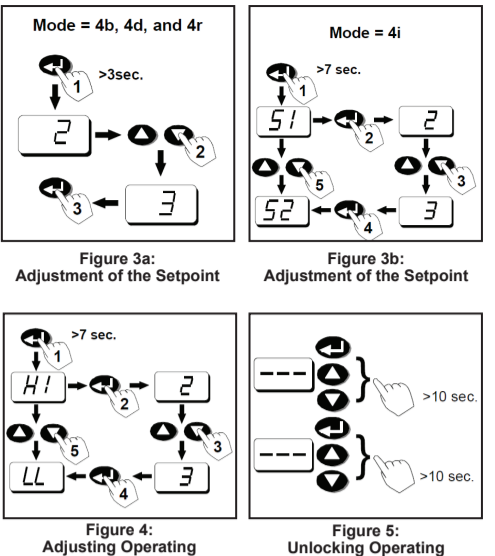

Figure 3: Adjustment of the Setpoint, Figure 4: Adjusting Operating Parameters, Figure 5: Unlocking Operating Parameters
3.2 How to adjust the setpoint? (See figure 3) Fig. 3a: Mode 4d, 4r and 4b / Fig 3b: Mode 4i Note: Only values between the higher and lower limit (HL and LL) can be selected.
3.2 Comment ajuster le point de consigne? (voir figure 3) Fig. 3a: Mode 4d, 4r et 4b / Fig 3b: Mode 4i Note: Seules les valeurs situées entre la limite supérieure et la limite inférieure (HL et LL) peuvent être sélectionnées.
3.2 Come regolare il setpoint? (Vedi Fig. 3) Fig. 3a: Modalità 4d, 4r e 4b / Fig 3b: Modalità 4i Note: È possibile selezionare soltanto valori tra il limite massimo e quello minimo (HL e LL).
3.2 Einstellung des Sollwerts (siehe Abb. 3) Abb. 3a: Funktion 4d, 4r und 4b / Abb 3b: Funktion 4i Hinweis: Es können nur Werte zwischen dem oberen und unteren Grenzwert (HL und LL) eingestellt werden.
3.2 Hoe kan men de setpoints aanpassen? (zie fig. 3) Fig. 3a: Modus 4d, 4r en 4b / Fig 3b: Modus 4i Let op: alleen waarden tussen de bovenste en onderste limiet (HL en LL) kunnen worden geselecteerd.